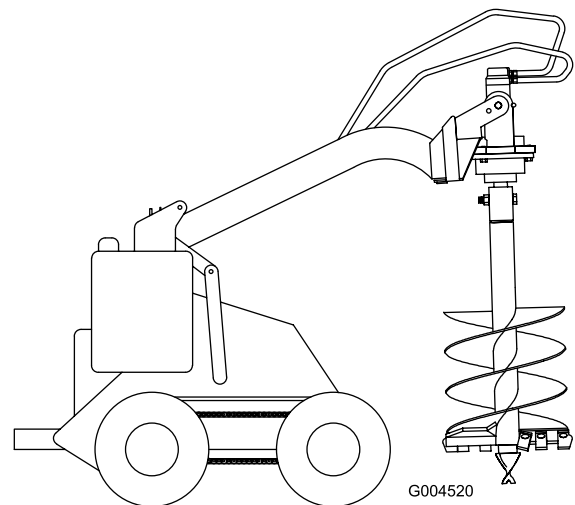

Bild 9
12. Heben Sie den Erdbohrer vom Boden ab (Bild 9).
stabilisieren und ein freies Pendeln zu vermeiden (Bild 9).